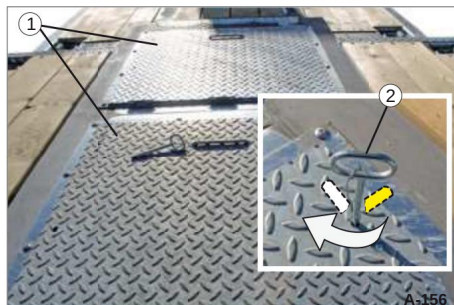

Bild 74 Lock stängt, låst
nyckeln (Bild 74/2) i hålet och vrid den.
• Lås locket på båda sidor (bild 74/1).